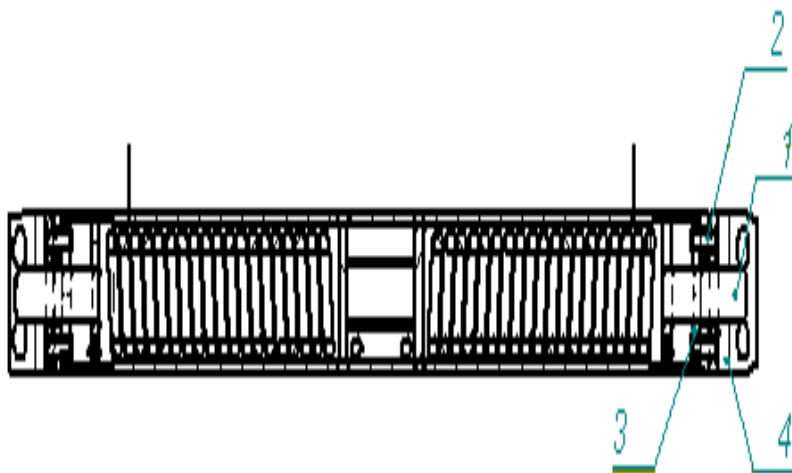

Рис. 14
- удерживая ключом (шестигранником) (рис. 14 поз.1), вывернуть винты (рис. 14 поз.2);
- повернуть шестигранник в сторону увеличения усилия до совмещения следующего отверстия в шайбе (рис. 14 поз. 3) и кронштейне (рис. 14 поз. 4);
- завернуть винты (рис. 14 поз. 2) до упора, затем ослабить на 1/6 оборота;